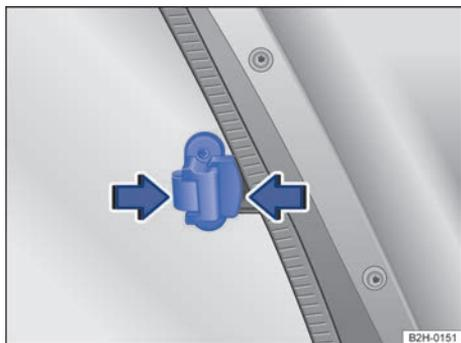

Fig. 31 En el panel lateral del techo rígido: manija de la ventanilla.
- Comprima la manija de la ventanilla ⇒ fig. 31 en el sentido de las flechas.